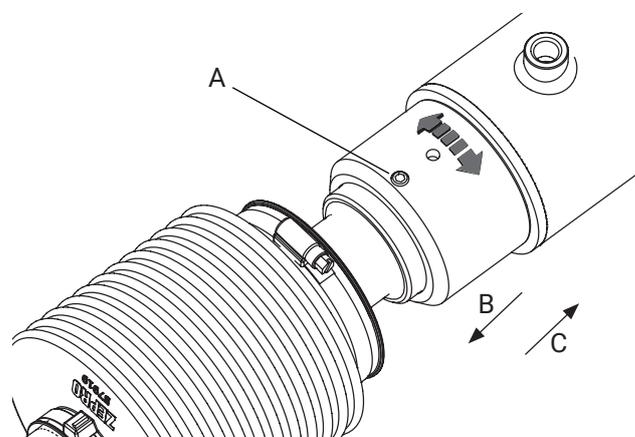

Figura 32. Tope y su tornillo de bloqueo
8. En el cilindro de basculamiento montado en la plataforma, aflojar el tornillo de bloqueo (A). Enroscar el tope totalmente hacia atrás (B), hacia la plataforma. Véase Figura 32.
10. Ajustar el tope por completo hacia la culata del cilindro (C). Figura 32.
11. Fijar el ajuste con el tornillo de bloqueo (A). Véase Figura 32. **Par de apriete: 3-5 Nm**
12. Aflojar el tornillo de bloqueo (A) del segundo cilindro de basculamiento.
13. Girar la llave de ajuste de modo que el cilindro de basculamiento coincida con la sujeción de la plataforma y fijar después el ajuste con el tornillo de bloqueo (A).